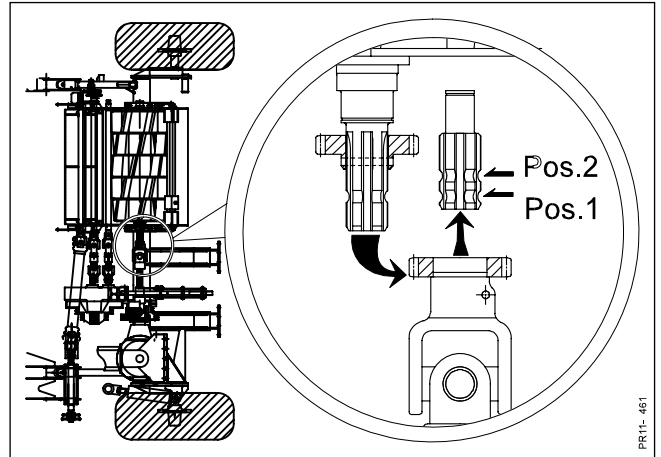

Fig. 4-15
Fig. 4-15 fastlåses på pos. 2, hvorved rotoren vil køre med modsat omdrejningsretning.